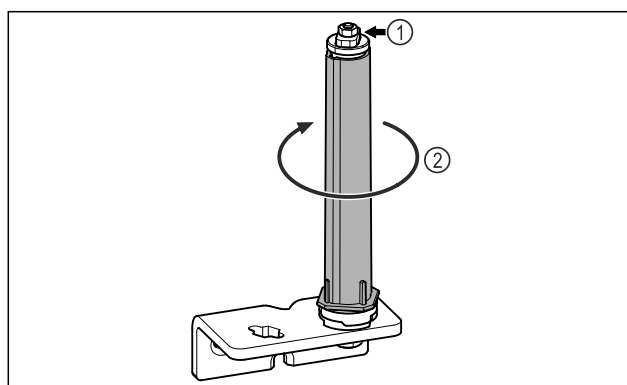

Fig. 25
- Non disassemblare il sistema di chiusura della porta Fig. 25 (1).
- Ruotare il sistema di chiusura Fig. 25 (2) finché non scatta.